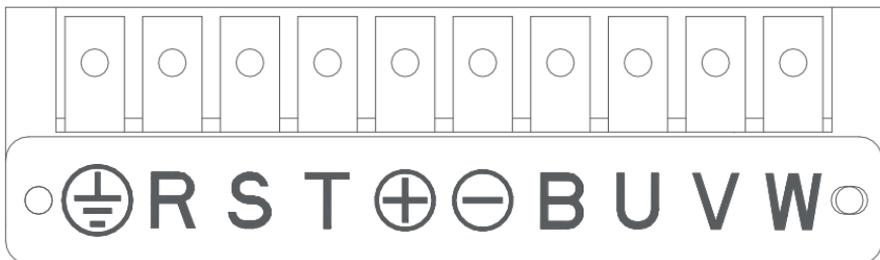

图5-2-2 主回路端子NVF3G-15QZ~NVF3G-30QZ
b) 三相380V系列(NVF3G-15QZ~NVF3G-30QZ)如图5-2-2